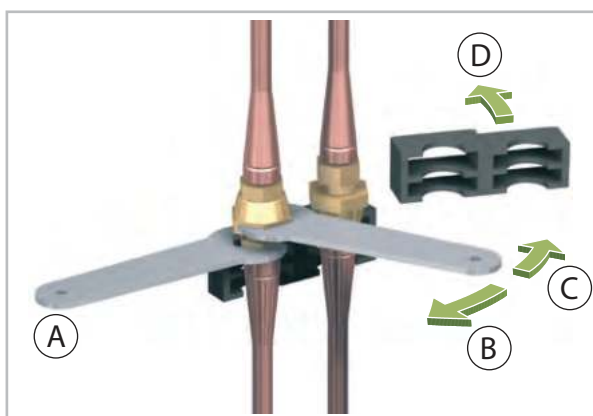

Fig. 14: Dévissage de l'écrou-raccord de gauche
9. ➤ Dévissez l'écrou-raccord de gauche avec la clé plate jointe SW 24. Résistez au mouvement au niveau du demi-accouplement inférieur avec la deuxième clé plate SW 21 (Voir la Fig. 14).